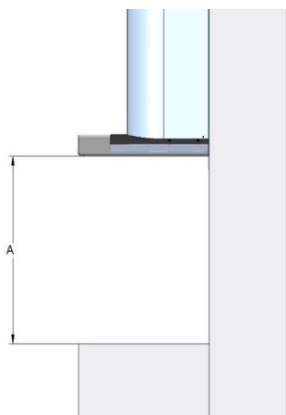

Рис. 3
3. Приложите корпус вытяжки к стене, сохраняя минимальное расстояние А (65 см для электрических и 75 см для газовых плит) между нижним краем вытяжки и поверхностью для приготовления пищи на плите (рис. 3).